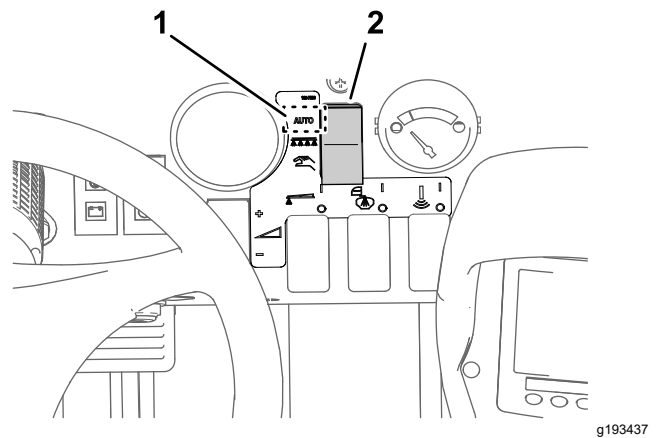

Bild 40
3. Stellen Sie die Taste für den Sprühmodus auf den Dosierungsmodus (Bild 40).